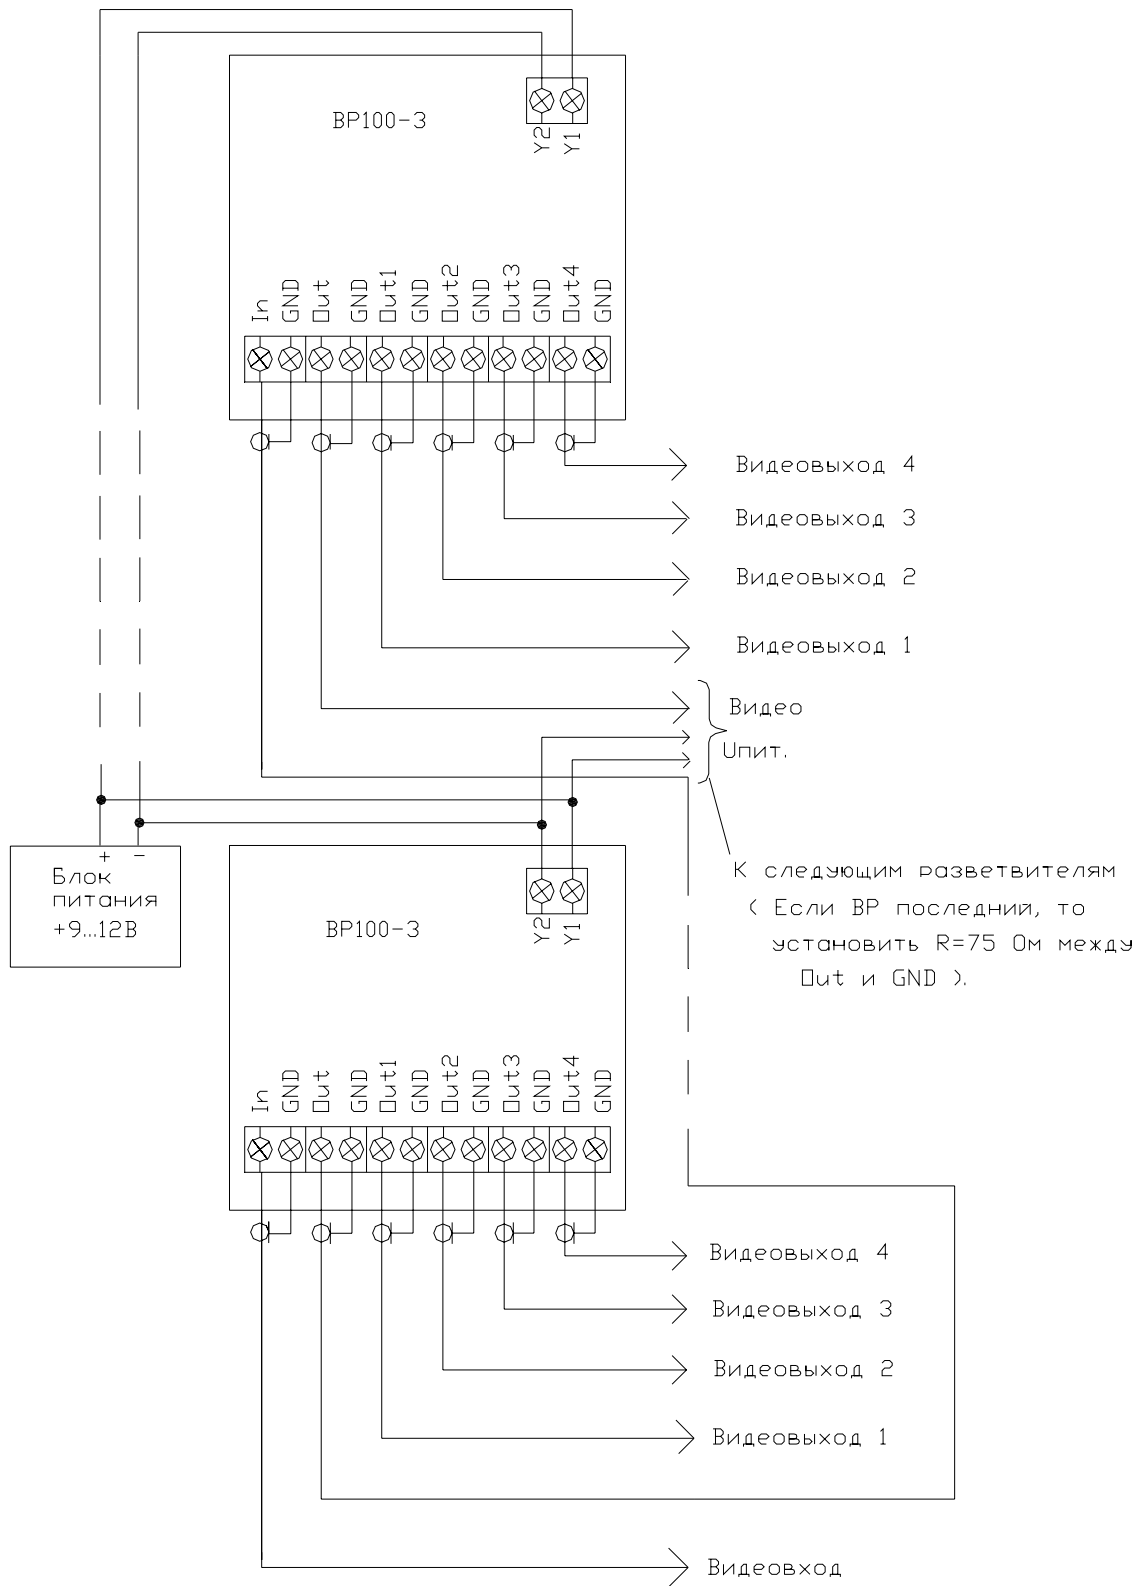

Рис.1 Монтажная схема подключения устройств ВР100-3 при питании от общего источника постоянного тока.
5.2.6 Устройства и блок (блоки) питания соединяются согласно приведенным монтажным схемам (рис.1, рис.2). Пример подключения оборудования к одному устройству представлен на Рис.3. (видеовыходы Out1...Out4 равнозначны).